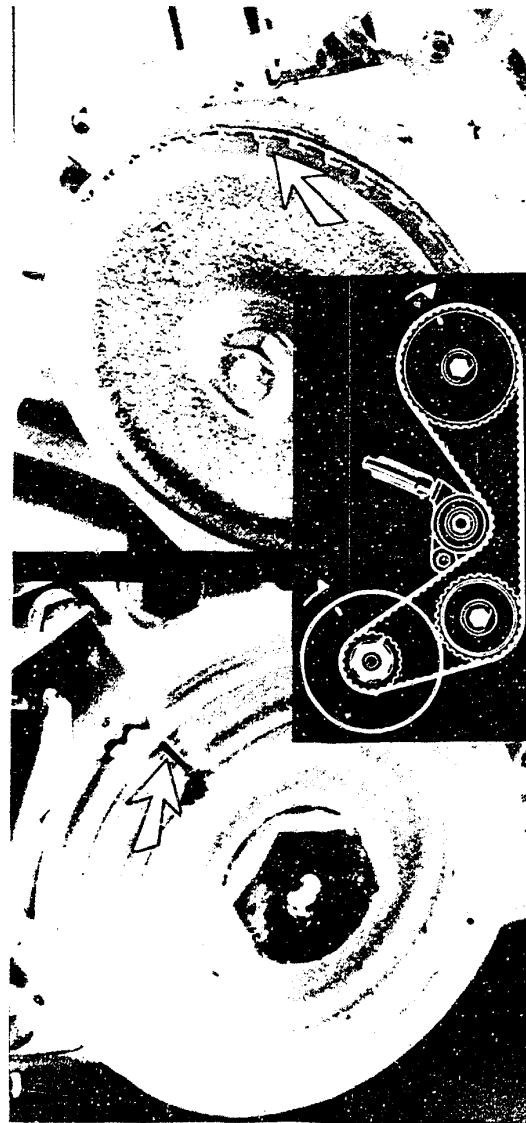

Bild 9 Motoren 1300 und 1500: Das Einstellen von Kurbel- und Nockenwelle vor dem Auflegen des Zahnriemens.
a) **Motoren 1300, 1500:** Die Markierung auf dem Kurbelwellenpoulie muss mit der OT-Marke am Gehäuse übereinstimmen. Bei eingebautem Motor kann die OT-Stellung anhand der Markierung am Schwungrad und am Schauloch des Getriebegehäuses eruiert werden. Die Nockenwelle ist mit der Markierung auf den ausgestanzten Pfeil der vorderen Abdeckung auszurichten (Bild 9).